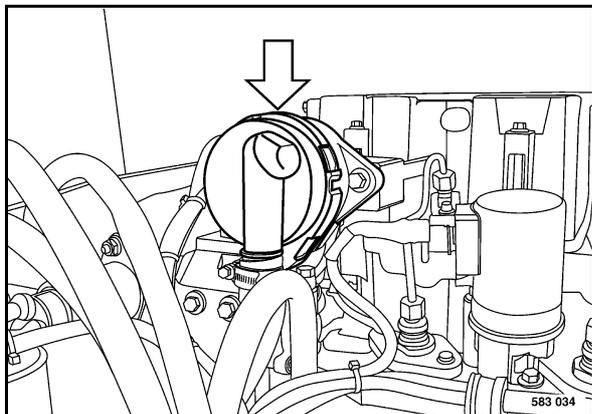

Fig. 218
- Sostituire la valvola di sfiato (Fig. 218).